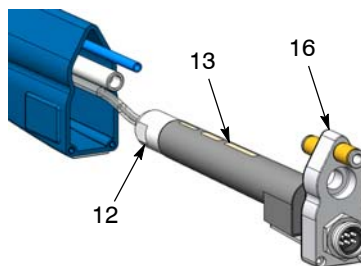

Рис. 38 Вытягивание множителя из корпуса
7. См. рис. 38. Вытянуть из корпуса теплоотвод (16) с закрепленным множителем (13) до положения, в котором можно захватить гайку множителя (12).